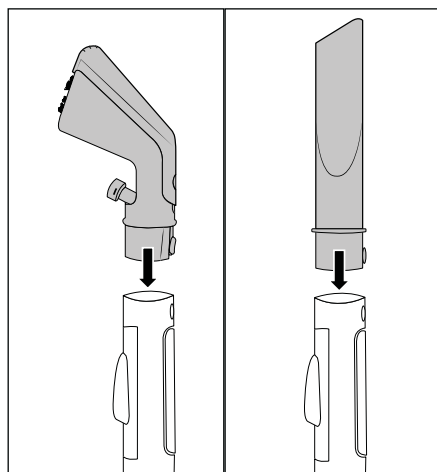

Fig. 3
- ◆ Inserire la bocchetta per imbottiture **22** o la bocchetta per giunti **23** nel flessibile di spruzzo/aspirazione **19** finché il tasto di blocco **25/22** non s'innesta (vedere fig. 3).